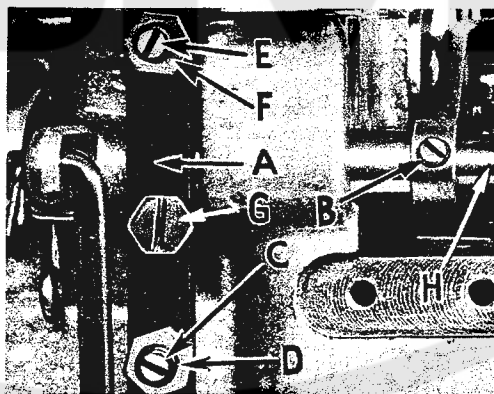

Fig. 16
Befestige den Drückfuß an seinem Arm, schwinde den Arm beim Höchststand der Nadel ein und sichere den Arm in seiner rechtsseitigen Endstellung. Wenn nötig, kann der Drückfuß nach dem Stichlochschnitt der Stichplatte neu ausgerichtet werden, und zwar durch Verschieben der Drückfuß-Schwingwelle (H, Fig. 16). Um die Welle zu bewegen, löse die Schraube (B, Fig. 16) am Stelling und die Klemmschraube (G). Dann schiebe die Drückfuß-Schwingwelle je nach Bedarf nach links oder rechts. Ziehe die Stellingsschraube und die Klemmschraube wieder an.
Hebel (A, Fig. 16) und der Stelling (B) sichern diese Achse seitlich. Achte darauf, daß der Drückfußarm sich nicht verklemmt oder in die Höhe geht, wenn der Druck weggenommen ist. Um den Nadelschlitz am Drückfuß mit dem Stichloch der Stichplatte in Übereinstimmung zu bringen, löse die Drückfuß-Gelenkschraube.
Stelle die Hub-Begrenzschaube (C, Fig. 16) so ein, daß der Fuß nicht weiter angehoben werden kann als es der Obergreifer zuläßt. Hierauf ziehe die Sicherungsmutter (D) fest an. Der Drückfuß-Lifterhebel soll etwa $1/16''$ bis $1/8'' = 1,6 \text{ mm}$ bis $3,2 \text{ mm}$ freien Weg haben bevor der Drückfuß angehoben wird. Diese Einstellung wird mit der Schraube (E) vorgenommen und durch die Mutter (F) gesichert. Zum Schluß montiere das Stoffablaufblech, den Stoffanschlag und die Scharnierplatte.
Assemble the presser foot to presser arm. With needle in high position, swing presser arm into sewing position and set the presser foot to align needle holes (front and back) and flat on throat plate. The front edge of needle hole in presser foot must be aligned with front edge of needle hole in throat plate. It is also important that the bottom of the presser foot be flat on the throat plate. If necessary, presser foot can be realigned with throat plate slots by shifting the foot lifter lever shaft (H, Fig. 16). To move the shaft, loosen collar screws (B, Fig. 16) and clamp screw (G) and then shift the foot lifter lever shaft to the left or right as required. Retighten collar screws and clamp screw.
The foot lifter lever arm (A, Fig. 16) and the collar (B) secure the shaft. Be sure the presser arm does not bind and rise when presser foot release bushing is unlocked.
Adjust lifter lever stop screw (C, Fig. 16), so that presser foot can be raised no higher than upper looper will permit; then lock the nut (D). There should be from $1/16''$ to $1/8'' = 1,6 \text{ mm}$ to $3,2 \text{ mm}$ free motion of foot lifter lever before the presser foot begins to rise. This adjustment should be made with screw (E) and locked with nut (F). Re-assemble the chip guard, fabric guard and cloth plate. To assemble chip guard, turn handwheel until upper knife assembly reaches its highest position.